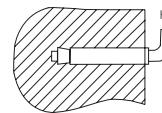

Рис. 2
2. После выбора места монтажа определите места под два крепежных болта с крюками (в зависимости от спецификации выбранного изделия). Используя монтажный шаблон на коробке изделия проделайте в стене два отверстия необходимой глубины с помощью сверла размером, соответствующим размеру крепежных болтов, вставьте винты, поверните крюк вверх, плотно затяните гайки, а затем установите на него электрический водонагреватель (см. рис. 2).